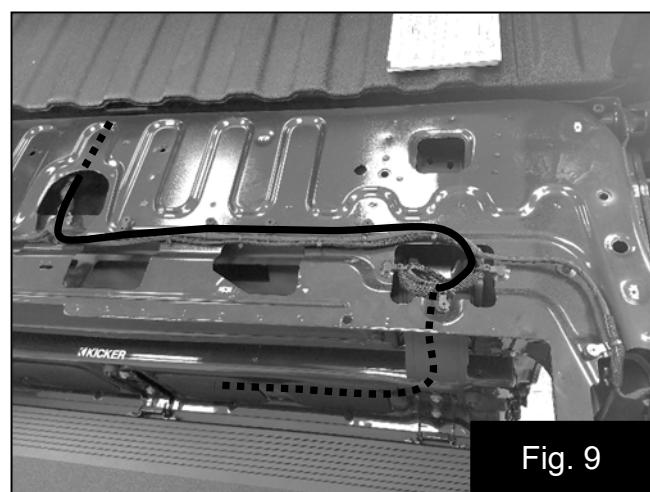

Fig. 9
15. Siga enrutando el arnés del amplificador a lo largo del arnés de fábrica hacia el lado inferior de la cama cerca del extremo posterior del conector del remolque. Fije el arnés del amplificador al arnés de fábrica con las amarras suministradas. Fig. 9